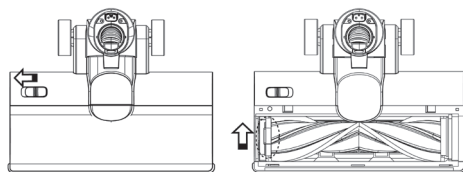

Рис. 8
- Сдвиньте фиксатор, расположенный рядом с валиком, в направлении, указанном стрелкой; поднимите держатель и достаньте валик. (Рис. 8)